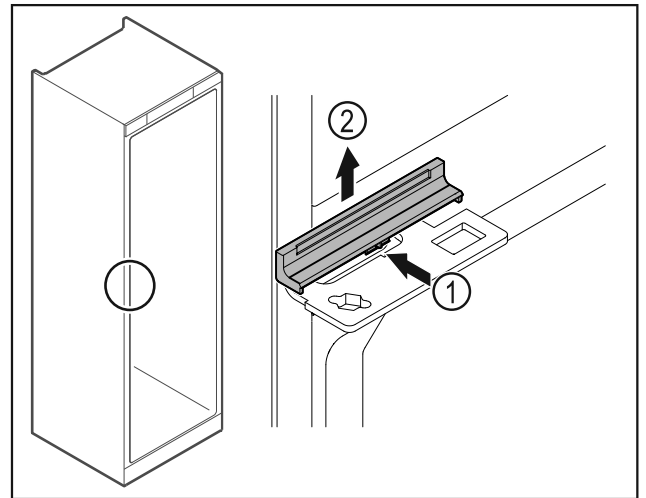

Fig. 47
- ▶ Trykk dekkelet Fig. 47 (1) litt inn på midten, og trekk det opp og av Fig. 47 (2).